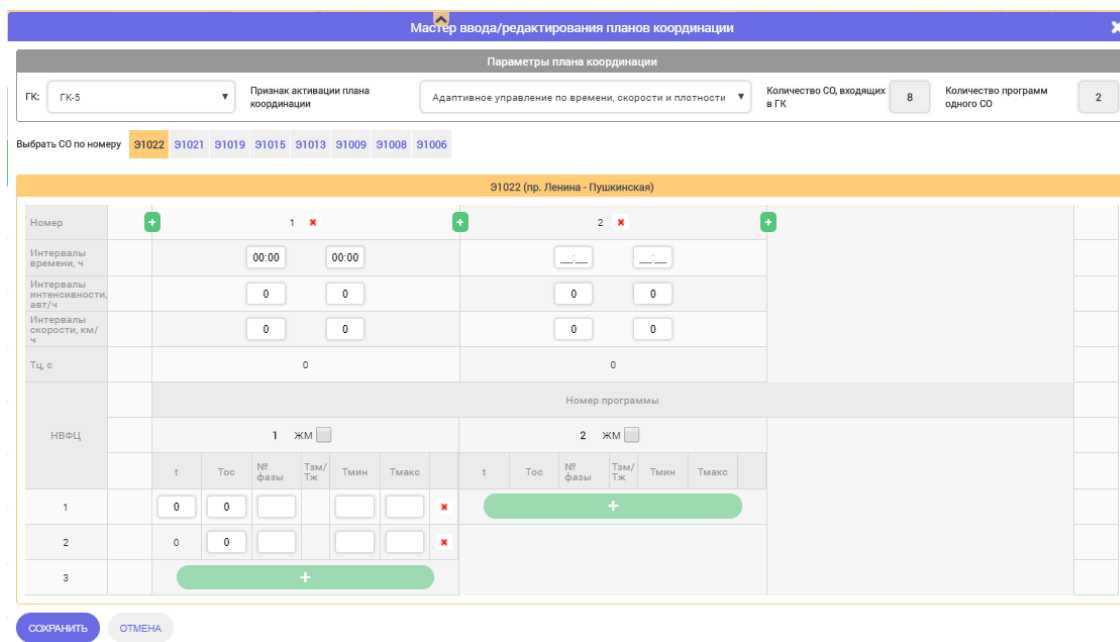

Рисунок 100. ПК с признаком «Адаптивное управление по времени, скорости и плотности потока»
- «Интервалы скорости» (Рисунок 100).